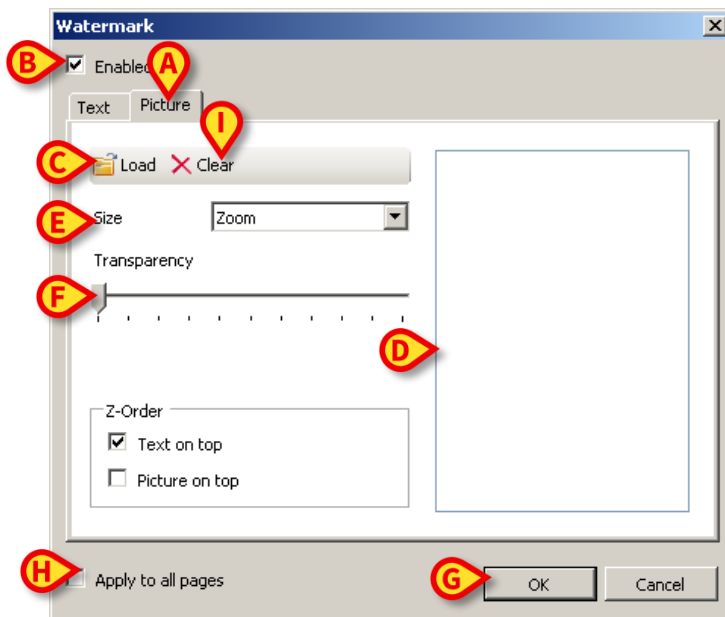

Fig 26
- Klik op de tab "**Afbeelding**", zoals aangegeven in Fig 26 **A**.
Het volgende venster wordt nu geopend (Fig 26).
- zorg ervoor dat de checkbox "**Vrijgeven**" is geselecteerd (Fig 26 **B**), omdat anders de inhoud van het venster niet kan worden gewijzigd.
De afbeelding wordt weergegeven op de in Fig 26 **D** aangegeven plaats.
- Gebruik het dropdownmenu "**Afmeting**" om de grootte van de afbeelding te bepalen (Fig 26 **E**).
- Bepaal met cursor "**Doorzichtigheid**" de doorzichtigheid van de afbeelding in watermerk (Fig 26 **F** - de cursor links geeft maximale doorzichtigheid aan).
- Klik op toets "**Ok**" (Fig 26).
Als checkbox "**Op alle pagina's toepassen**" is aangevinkt (Fig 26 **G**), wordt het watermerk op alle pagina's van het document toegepast; is dit niet het geval, wordt het alleen op de huidige pagina toegepast.